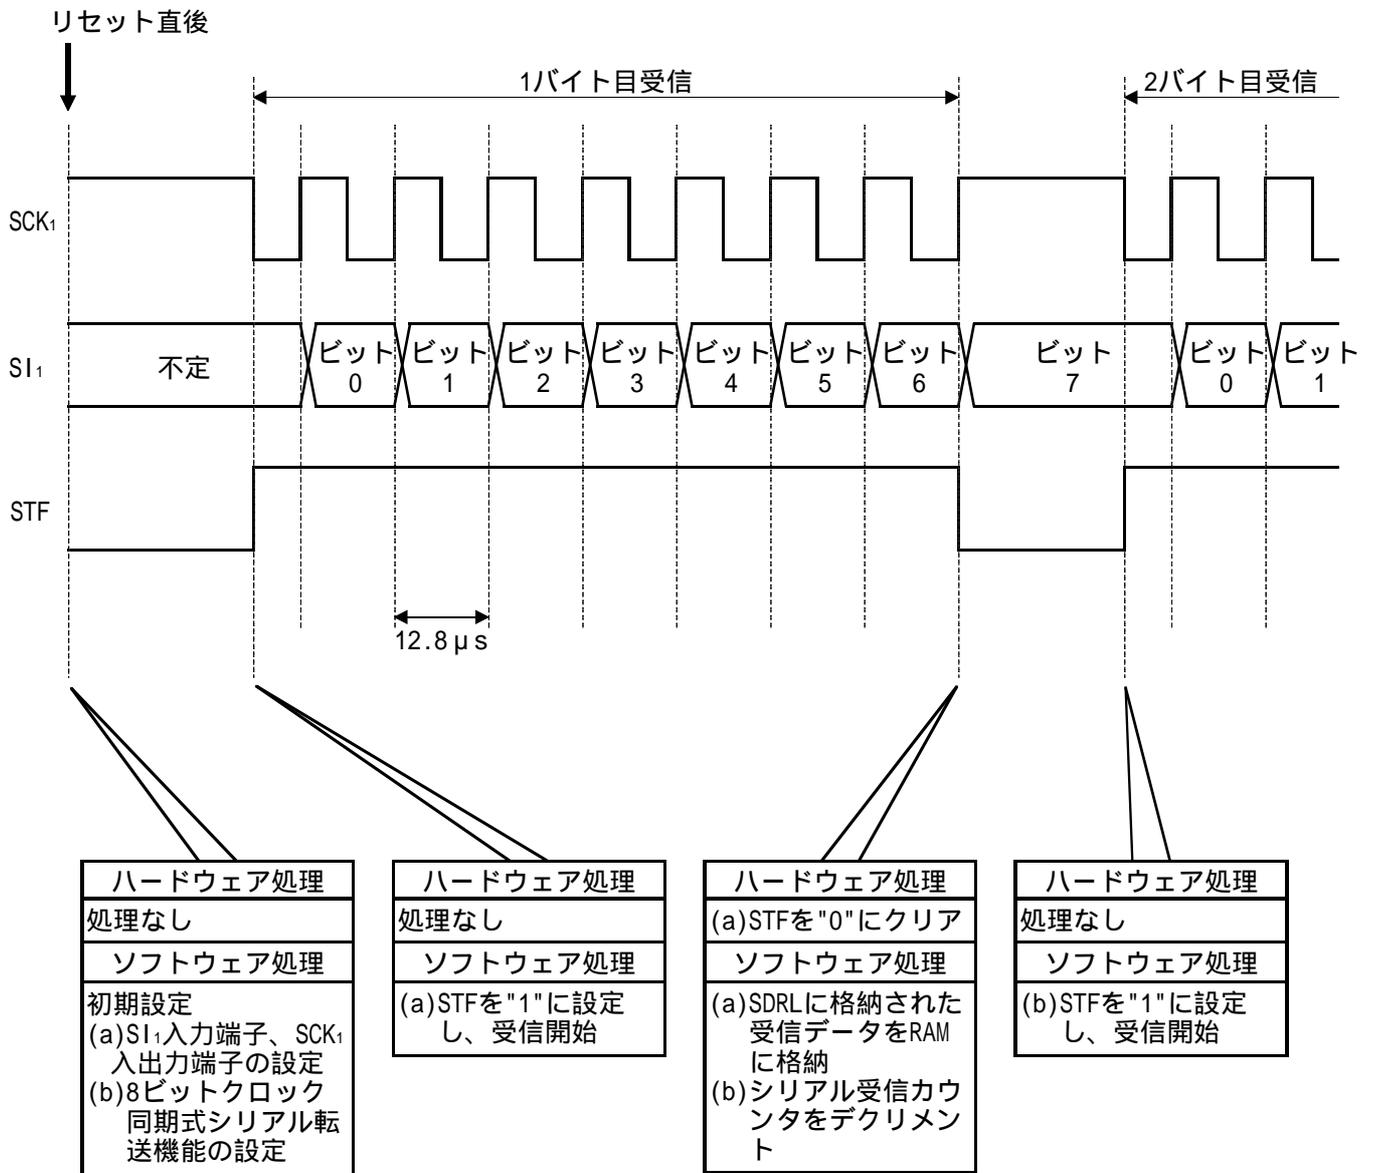

図3 クロック同期式シリアル受信の動作原理
(1) 図3に動作原理を示します。図3に示すようなハードウェア処理、およびソフトウェア処理によりクロック同期式シリアルデータ受信を行います。